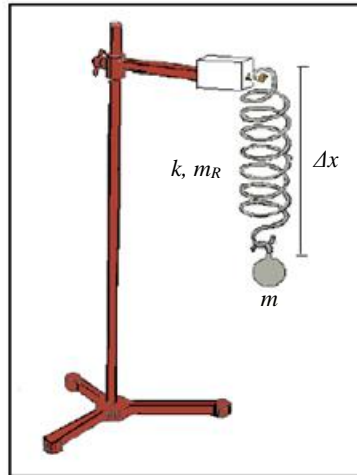

Figura 1- Esquema experimental propuesto.
Se propone montar el dispositivo experimental que se muestra en la Figura 1: un resorte de constante elástica k y masa m_R sujeto un sensor de fuerza con una masa m colgada en el extremo inferior del resorte.
- Cuelgue una masa del resorte, manténgalo en equilibrio (Figura 1). Mida su posición (se recomienda medir directamente Δx que es la suma del desplazamiento y la longitud inicial del resorte), y determine el valor de la fuerza.
- Utilizando el dispositivo de la Figura 1, cuelgue una masa del resorte, sepárela levemente de su posición de equilibrio de modo de provocar un movimiento oscilatorio.